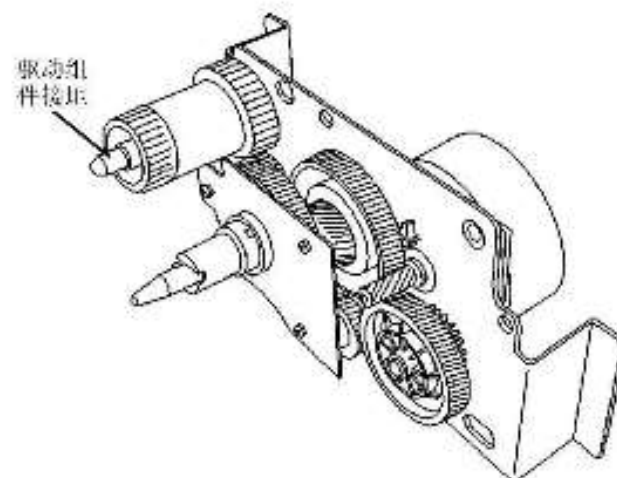

图11 驱动组件接地
- c. 清洁驱动组件接地(图11), 重新安装驱动组件, 重复检查。